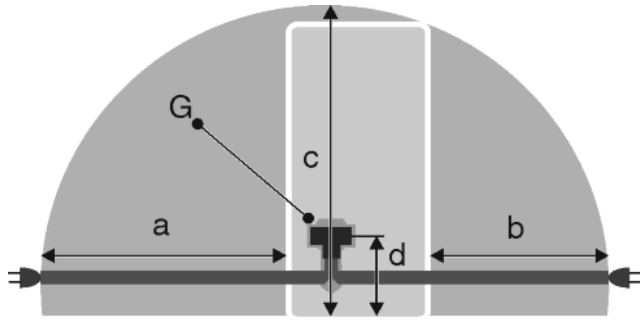

Fig. 31
- Розетка находится вне зоны задней стенки в данной зоне. Fig. 31 (a, b, c)
- ▶ Штекер устройства Fig. 31 (G) подсоединить с задней стороны устройства. Следить за правильной фиксацией.